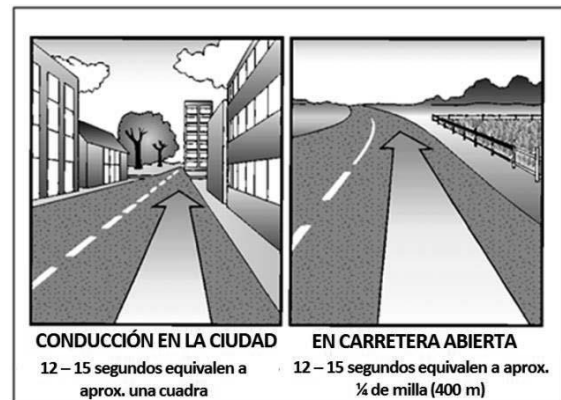

Figura 2.6
**Qué tan lejos adelante hay que mirar.** La mayoría de los buenos conductores miran un mínimo de 12 a 15 segundos hacia delante. Esto significa mirar delante la distancia que usted recorrerá en 12 a 15 segundos. A velocidades bajas, esto equivale a alrededor de una cuadra. A velocidades de autopista, es aproximadamente un cuarto de milla. Si no mira lo suficientemente lejos, es posible que necesite detenerse o cambiar de carril demasiado rápido. Mirar un mínimo de 12 a 15 segundos hacia delante no significa no prestar atención a las cosas que suceden más cerca. Los buenos conductores cambian su atención entre lo que sucede lejos y lo que sucede cerca. La figura 2.6 ilustra qué tan lejos debe mirar hacia delante.